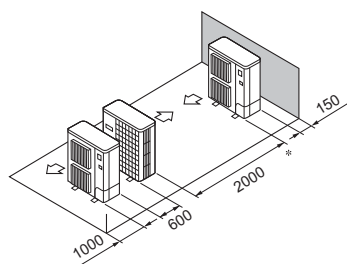

Fig. 3-15
- ⑤ Disposição de uma unidade em paralelo (Fig. 3-15)